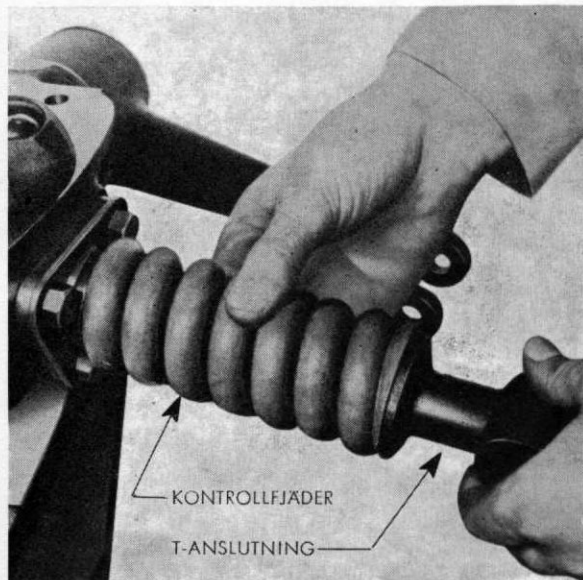

Fig. 38. Justering av kontrollfjädersn.
23. Montera kontrollfjädern och dess T-anslutning. Skruva in denna till dess kontrollfjädern nätt och jämnt kan vridas med ena handens tumme och ett finger. (Se fig. 38.)